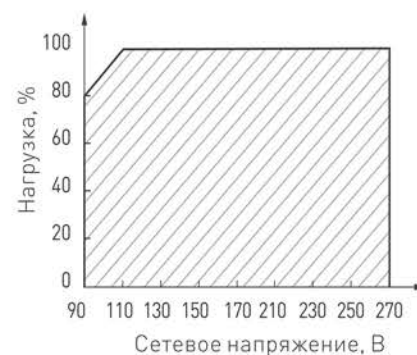

Рис. 3.
- 4.4. Не нагружайте источник питания более чем на 80% от его максимальной мощности. Учитывайте, что с повышением температуры окружающей среды максимальная мощность источника питания снижается, см. график зависимости на рис. 2. Также на пониженном сетевом напряжении, максимальная мощность источника питания снижается, см. график зависимости на рис. 3.